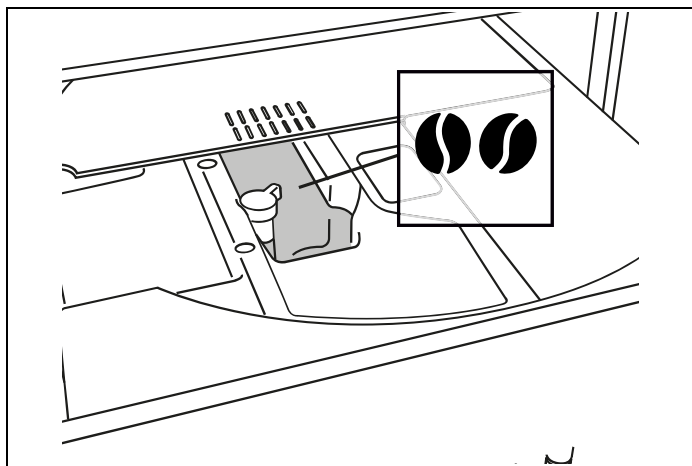

Fig. 24
1) Fyll bönbehållaren (A16) (Fig. 24 ) med kaffeböner.